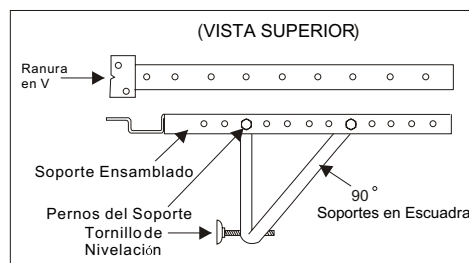
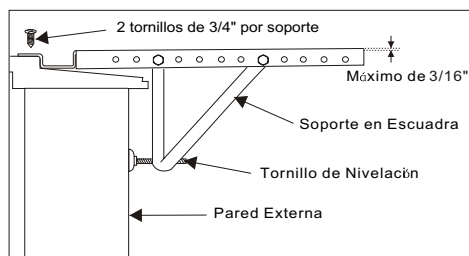
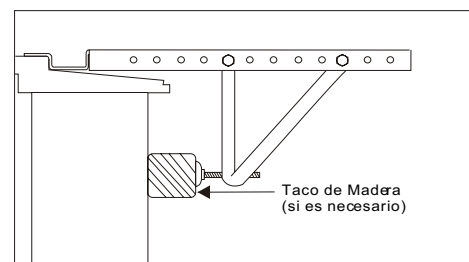

Fig. 5
Fig. 7
Fig. 8
A. Sujete el soporte horizontal a los soportes en escuadra (Fig. 5) con 2 pernos de 1 1/2". Hay dos pernos por soporte. Asegúrelos con las 2 arandelas de presión de 1/4" y las 2 tuercas de 1/4" NO ajuste estos pernos de inmediato ya que es posible que sea necesario ajustar la distancia del soporte ensamblado, dependiendo de la profundidad del umbral de la ventana. Vea la (Fig. 7). Instale los dos tornillos de nivelación en los soportes en escuadra. A modo de prueba, coloque el soporte ensamblado en la ventana antes de instalar el gabinete. Si los tornillos de nivelación están demasiado lejos de la pared como para proporcionar estabilidad, es probable que sea necesario complementar dicha área con un taco de madera. Vea la (Fig. 8).
C. Para permitir una descarga adecuada de la condensación, será necesario ajustar la inclinación de los soportes en la ventana. Para ello, ajuste la distancia del tornillo de nivelación en la pared exterior. La inclinación máxima no deberá ser superior a 3/16". Vea la (Fig. 7).
Utilice un taco de madera para proporcionar estabilidad. Esto será necesario cuando el umbral de la ventana sobresalga mucho del plano de la pared. Vea la (Fig. 8).
C. Asegúrese de que el gabinete esté levemente inclinado hacia abajo en la parte externa. Si es necesario vuelva a ajustar el soporte, tal como se indica en la Fig. 7.